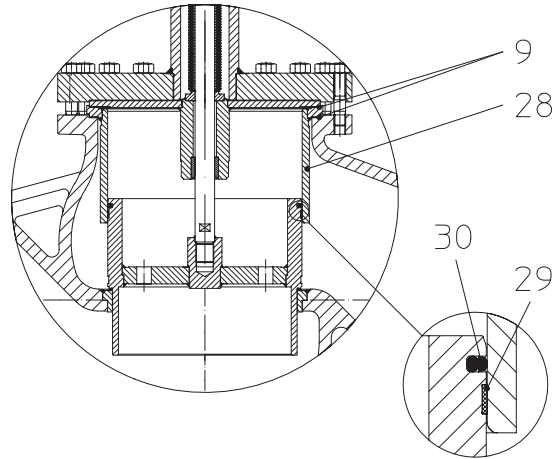

рис. 12: разгруженный затвор
- Вставьте новое уплотнение (поз. 30), следя за правильным положением (см. рис. 12).